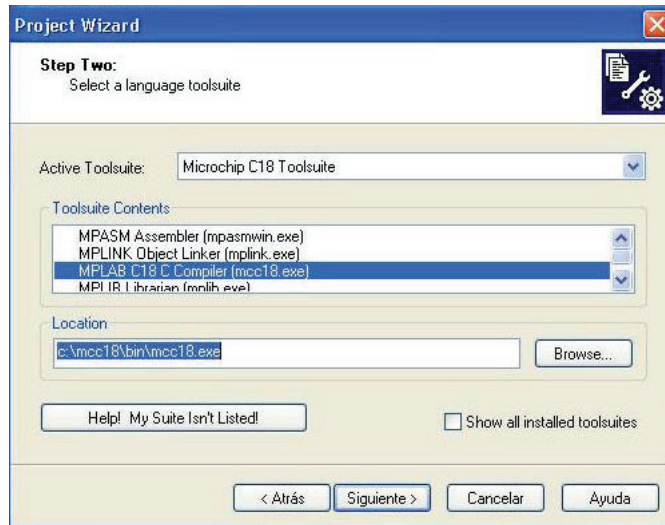

Figura E.7: Configuración del compilador C en MPLAB.
- Activamos Microchip C18 Toolsuite y elegimos MPLAB C18 C Compiler (mcc18.exe), como se muestra en la Figura E.7.